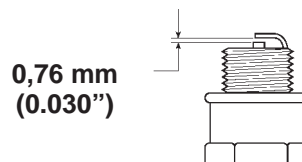

Figure 29
4. Régler l'écartement des électrodes de la nouvelle bougie comme illustré à la Figure 29.